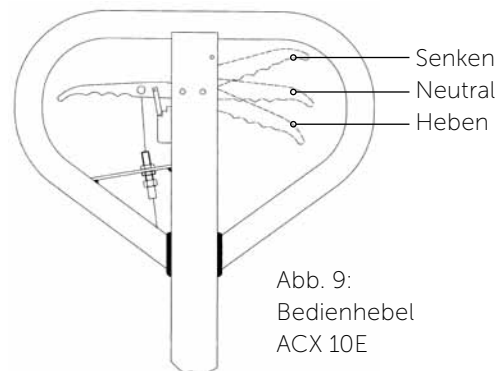

Abb. 9: Bedienhebel ACX 10E
Bei Bedarf den Bedienhebel wie im Folgenden beschrieben einstellen (Abb. 9):
- Wenn der Bediengriff sich in der Stellung „Senken“ befindet und die Gabelzinken sich nicht nach unten bewegen, die Einstellmutter im Uhrzeigersinn drehen, bis die der Griffstellung entsprechende Wirkung eintritt. Anschließend die Stellung „Neutral“ gemäß Abb. 9 überprüfen und sicherstellen, dass die Position der Einstellmutter korrekt ist.